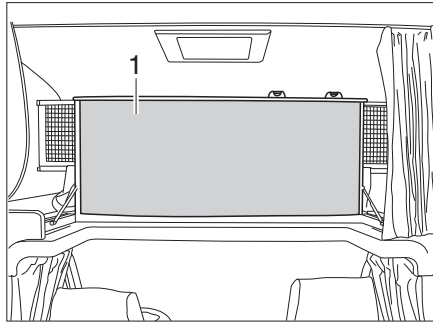

Bild 158 Alkovenbett, nach oben geklappt
- Alkovenbett (Bild 158,1) vorn nach oben klappen. Das Alkovenbett wird von Gasdruck-Federn in der oberen Stellung gehalten.